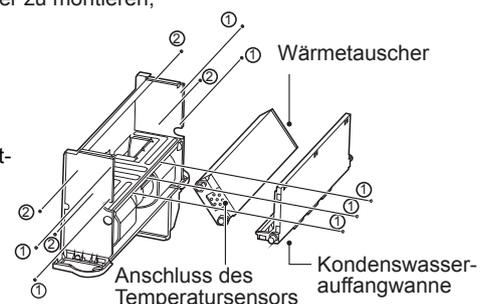

Abb. 4-8 Demontage der Kondensat-Auffangwanne
g) Entfernen Sie wie in Abbildung 4-8 gezeigt die Schrauben ②*7 um die Kondensat-Auffangwanne zu entfernen. Entfernen Sie dann die Schrauben ②*4 um den Wärmetauscher herauszunehmen.